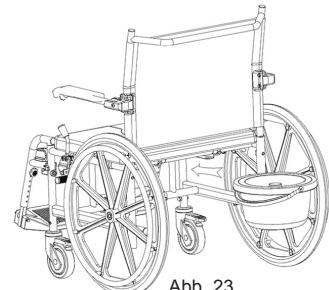

Abb. 23.
- Setzen Sie den Eimer von der Rückseite des Stuhls aus ein, indem Sie ihn in die dafür vorgesehenen Führungen schieben (Abb. 23).